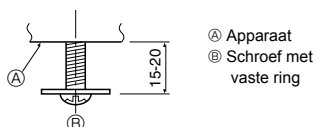

Fig. 9-5
9.4.1. Voorbereidingen (Fig. 9-5)
- Plaats de twee bijgeleverde schroeven met de ringen ② in het hoofdapparaat (bij de afvoerleiding in de hoek en in de tegenovergestelde hoek), zoals aangegeven in de afbeelding.